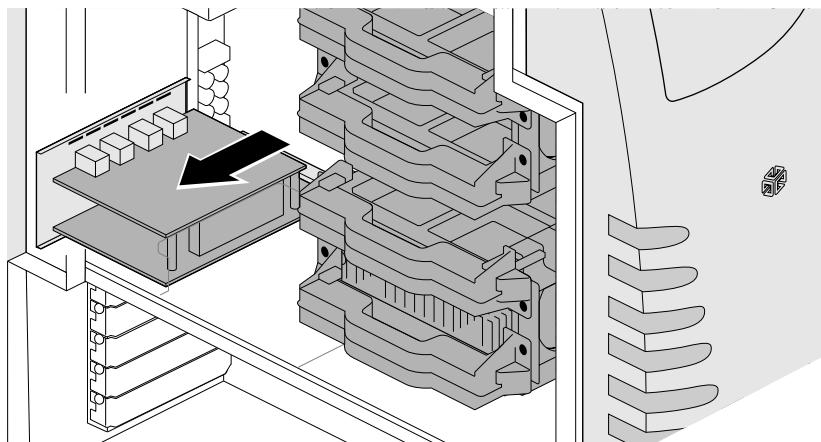

Figure 5-22 Retrait de la carte Silicon Graphics SD1100
8. Placez-vous à côté de la station de travail, retirez la carte Silicon Graphics SD1100 du connecteur sur la carte mère, tirez sur la carte tout en maintenant le panneau E/S au niveau du châssis (voir Figure 5-22).